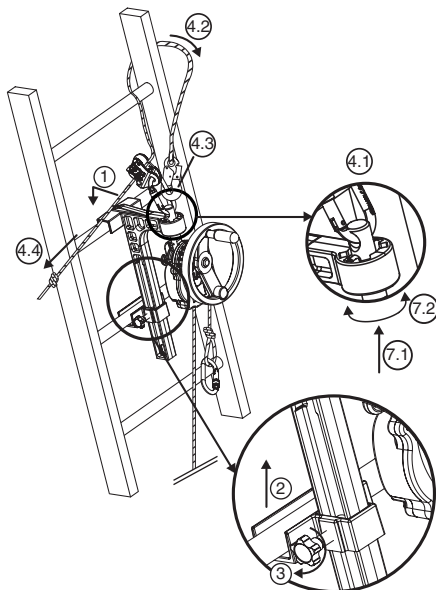

Fig. 6
6.3.2. nedfyringsdon derope™ UP B (Fig. 6)
- Placera det stora läsbara fästet på stegpinne i läget som valts för att utföra räddningsinsatsen ovanför personen att evakuera (Fig.6, 1).
- För upp lässliden till den stegpinne som är omedelbart under den som ska ta emot det stora fästet (Fig. 6, 2).
- Dra åt lässtiftet som säkrar lässliden med hjälp av fastspänningsbulten på sidan av fästet (Fig.6, 3).
- Sätt fast anslutningsdonets justeringsenhet LCM 05 i hålet överst på förtöjningsbulten (Fig.6, 4,1).
- För säkringslinan runt den stegpinne som ligger omedelbart ovanför fästet, genom att föra den runt en av stegens stolpar (Fig.6, 4,2).
- Koppla ihop säkringslinans anslutningsdon med anslutningsdonet på justeringsanordningen LCM 05 (Fig.6, 4,3).
- Sträck säkringslinan genom att dra i den fria delen (Fig.6, 4,4).
- Vänd derope™ nedfyringsdonet efter behov genom att ändra förtöjningsbultens läge i indexeringsanordningen (Fig.6, 7,1 – 7,2).